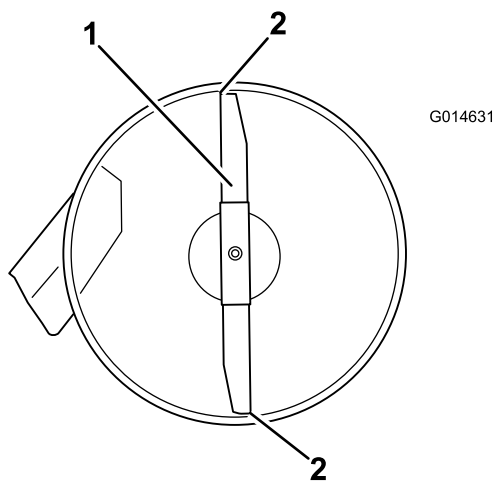

Figure 54
4. Faites pivoter les lames avec précaution pour faire passer les pointes avant à l'arrière (Figure 54).
5. Mesurez la distance entre la pointe avant de la lame et la pointe arrière de la lame par rapport à la surface plane (Figure 54).
d'ajuster l'écrou jusqu'à ce que la pointe avant de la lame soit de 1,6 à 7,9 mm plus bas de la pointe arrière (Figure 54).